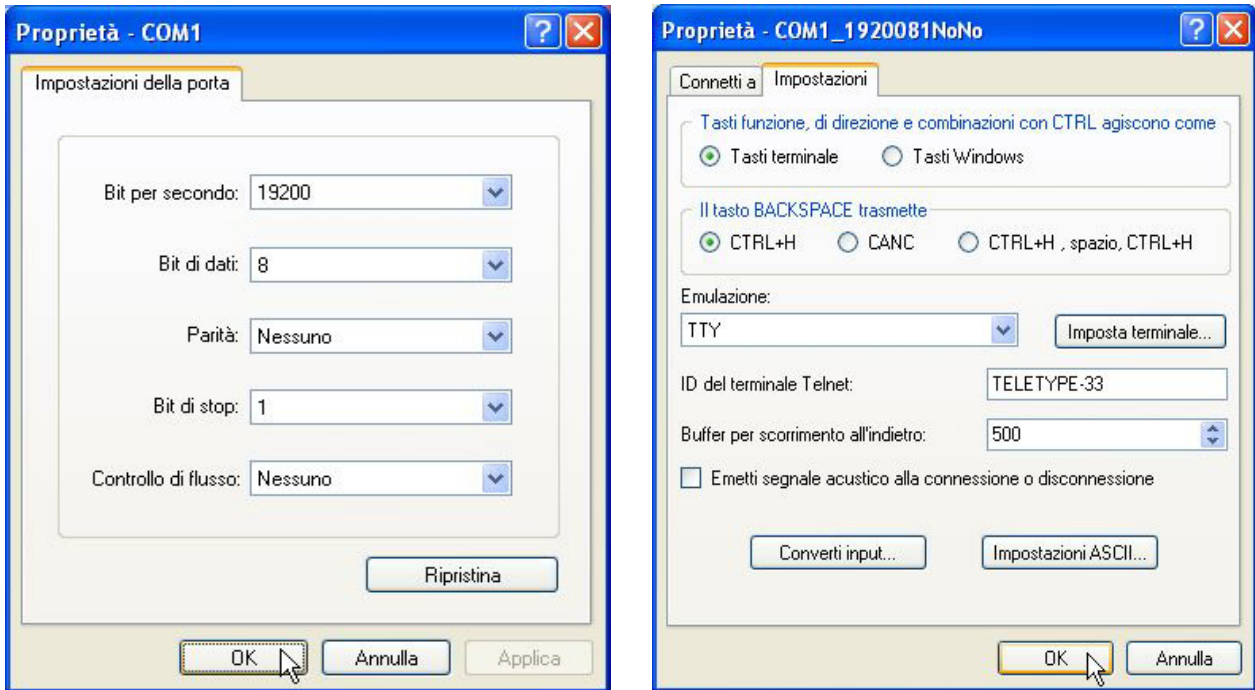

FIGURA 9: IMPOSTAZIONI HYPERTERMINAL PER CONFIGURAZIONE HW ACQUISIZIONE
- 5) Sul PC lanciare il programma di emulazione terminale **HYPERTERMINAL** (*Start / Programmi / Accessori / Comunicazioni / Hyperterminal*), nella finestra *File / Proprietà* selezionare la linea seriale COMx collegata al punto 4, impostare il protocollo fisico per la configurazione dell'hw acquisizione e le modalità di emulazione, come illustrato in figura 9.